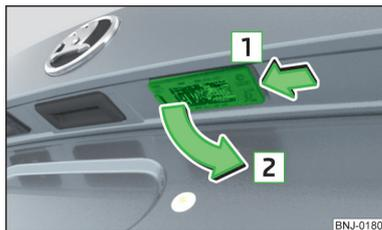

Fig. 214
- Premere la luce nel senso indicato dalla freccia **[1]** » fig. 214.